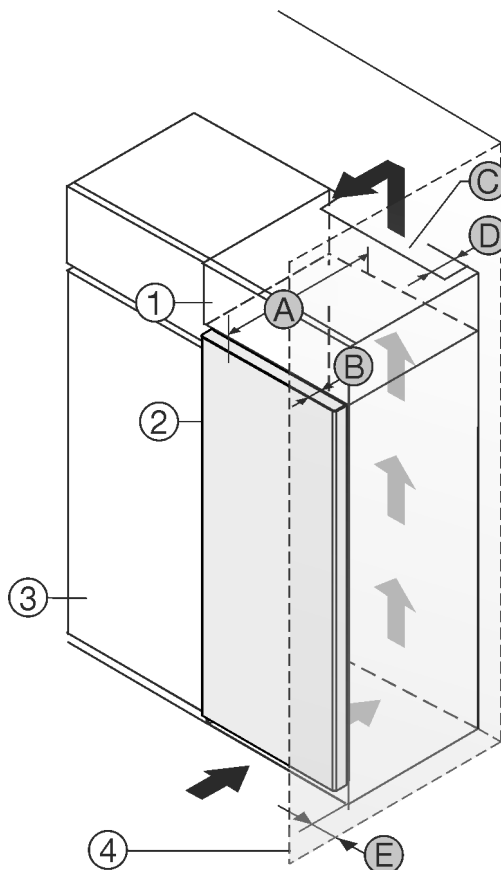

Fig. 1
- (1) Lisäkaappi *
- (2) Laitte *
- (3) Keittiökaappi *
- (4) Seinä *
- (A) Laitteen syvyys *
- (B) Oven syvyys *
- (C) Ilmanvaihdon halkaisija *
- (D) Etäisyys laitteen takaseinään *
- (E) Etäisyys laitteen kylkeen *
Voit pystyttää laitteen suoraan jääkaapin Fig. 1 (3) viereen.*
Lisäkaapin takana on oltava lisäkaapin levyinen poistoilmakuilu, jonka syvyys on Fig. 1 (D).*
Katon alapuolelle on jätettävä ilmanvaihdon poikkipinta-alaa Fig. 1 (C) vastaava tila.*
Jos asennat laitteen oven saranapuolen seinän Fig. 1 (4) viereen, laitteen ja seinän väliin on jätettävä vähintään 13 mm väli.*
Jos asennat laitteen oven saranapuolen seinän Fig. 1 (4) viereen, laitteen ja seinän väliin on jätettävä vähintään 20 mm väli.*
Jotta voit avata ovet kokonaan, laitteen on oltava oven syvyyden Fig. 1 (B) verran ulospäin keittiökaappien etureunasta. Keittiökaappien Fig. 1 (3) syvyyden ja välikkeiden käytön mukaisesti laite voi olla ulompänä.*